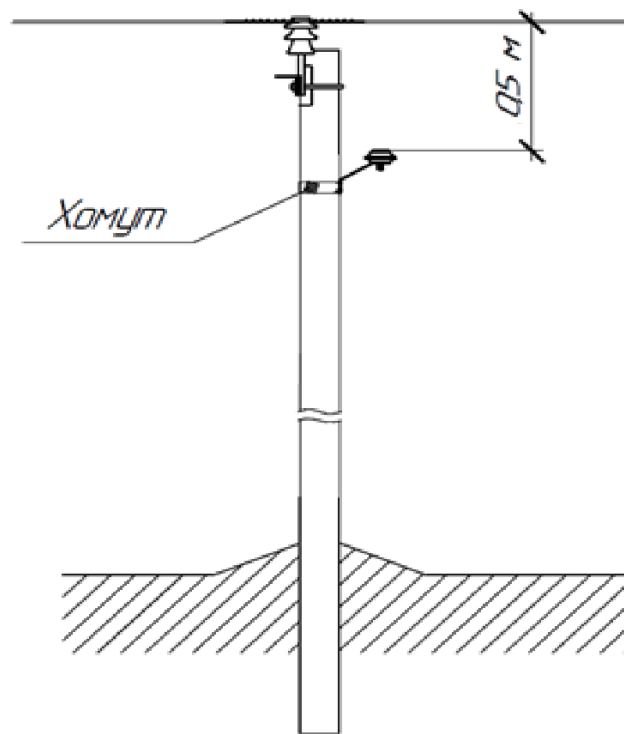

Рисунок 5.2. Указания по монтажу ISL на опоре ВЛ без коммутационных аппаратов
- Установка ISL на опору ВЛ без коммутационных аппаратов (Рисунок 5.2).